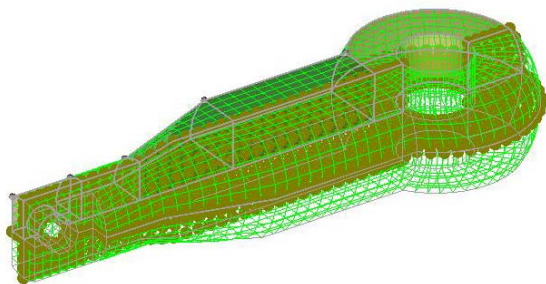
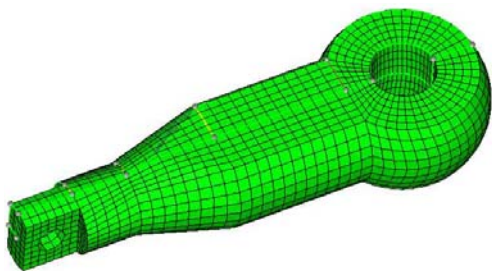

图 5-73 单元节点不连续的地方
图 5-74 最终的有限元网格模型
- (2) 将黄色的按钮切换为 comps，并框选图形区中所有的组件。
- (3) 单击 preview equiv 按钮，图形区中便显示出所有单元节点不连续的地方，如图 5-73 所示。
- (4) 单击 equivalence 按钮，将所有的节点自动调整为连续的。
- 这样便得到了最终连续的完整的有限元网格模型，如图 5-74 所示。